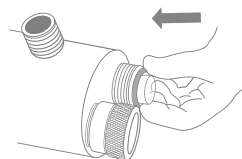

Рис. 13
9. Осторожно установите кварцевую трубку в посадочное место камеры реактора открытым концом ближе к соединительным портам, плотно прижмите к камере реактора (рис. 13).